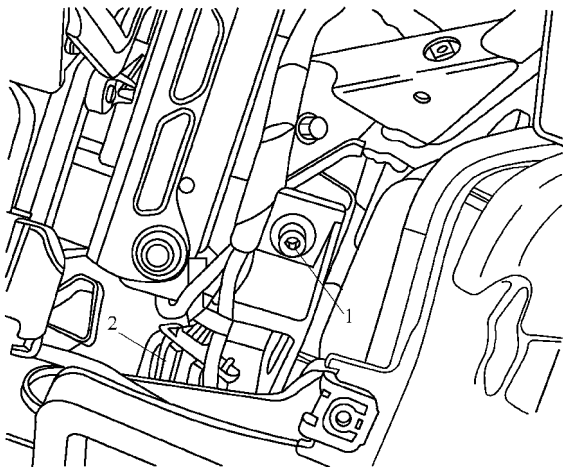

图 3-2-25 拔下并取出制动灯开关插接器
2) 拔下并取出制动灯开关插接器 2, 从制动助力器上拆下制动踏板, 如图 3-2-25 所示。
5) 旋下圆头内梅花螺栓 1, 如图 3-2-25 所示。
- 2) 旋紧圆头内梅花螺栓 1，如图 3-2-25 所示。